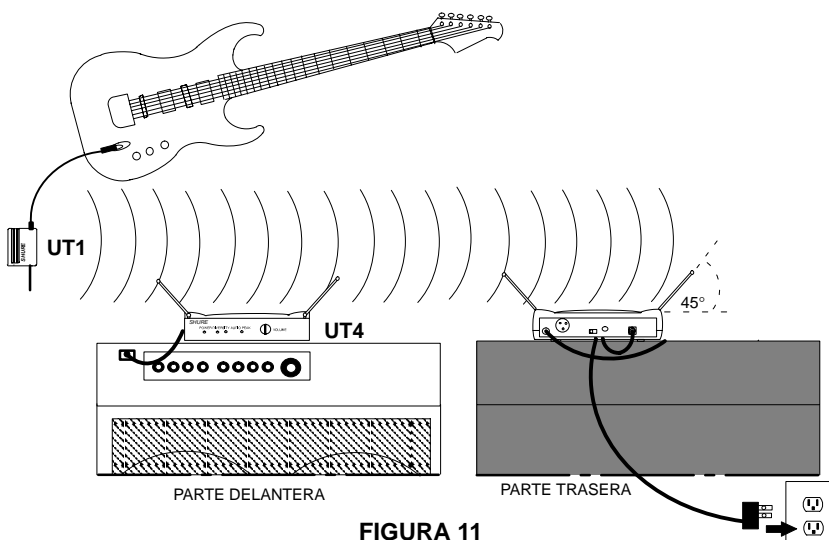

FIGURA 11
1. Consulte la Figura 11. Conecte el adaptador de CA incluido al enchufe DC INPUT en la parte trasera del receptor. Inserte el cable del adaptador en el retén de cable. Enchufe el adaptador a un tomacorriente o a otra fuente de alimentación CA (use el adaptador PS20 para 120 VCA, 60 Hz y el PS20E para 230 VCA, 50 Hz). La luz verde POWER del receptor se iluminará.